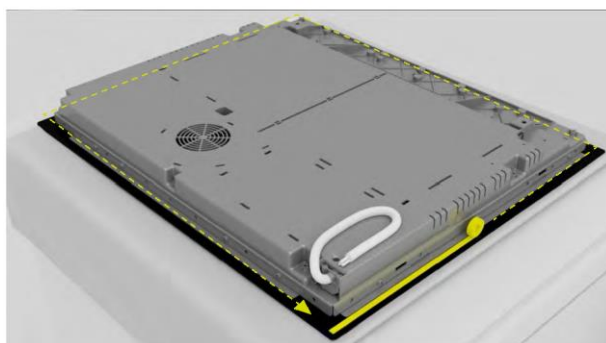

fig. 1
- Antes da instalação, verificar se a junta da placa de fogão está corretamente posicionada (**fig. 1**).